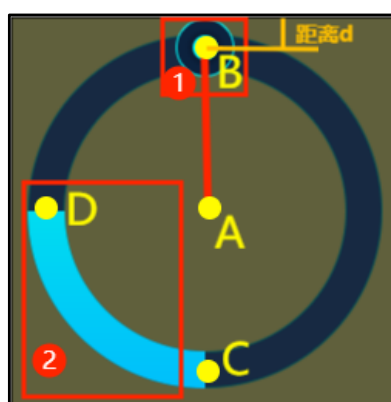

图 6-5: 环型触控举例
**slide\_R:** 环形滑条圆心到滑动图标圆心的距离, 如图 6-5 中 A 点 (圆心)到 B 点的距离 (一般设置为控件高度的一半)。
**touch\_R:** 触摸区域的半径, 如图 6-5, 以 B 为中心点, 向内向外同时扩展 touch\_R 距离, 作为触控区域, 只有在触控区域滑动滑条才有效。
**finalAngle:** 滑动的终止角度。如上图 6-5 所示, 0° (360°) 在 C 点, 滑动的小图标顺时针旋转角度增加。